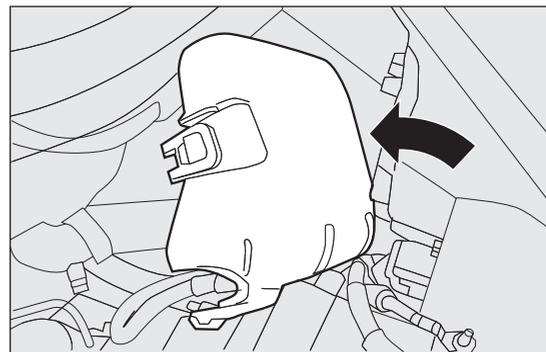

fig. 160
- risulta in tal modo accessibile la centralina fusibili fig. 160.